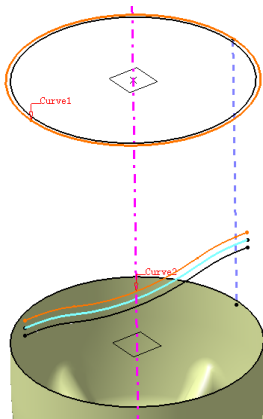

图 4-440
① 单击 Combine Curve (相贯线) 图标, 在弹出的如图 4-440 所示对话框中的 Curve1 文本框中输入 Circle.1, 在 Curve2 文本框中输入 Parallel.1, 单击 OK 按钮完成相贯线的创